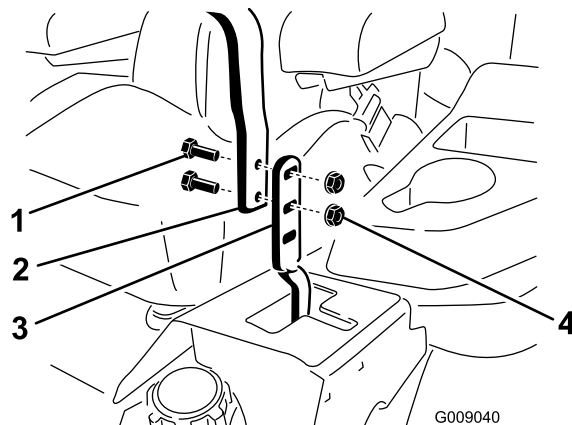

Figura 81
3. Afloje los pernos y las tuercas con arandela prensada de las palancas (Figura 81).